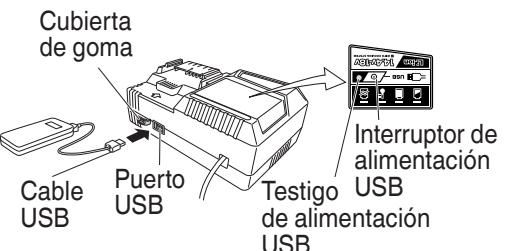

Fig. 8
- (2) Encienda el enchufe de alimentación USB (Fig. 8) Cuando encienda el enchufe de alimentación USB, el testigo indicador de alimentación USB se encenderá.
(3) Conecte el cable USB. (Fig. 8)
- (4) Cuando se haya completado la carga
- Apague el interruptor de alimentación USB y desenchufe el cable de alimentación de la toma de alimentación eléctrica. (Fig. 8)